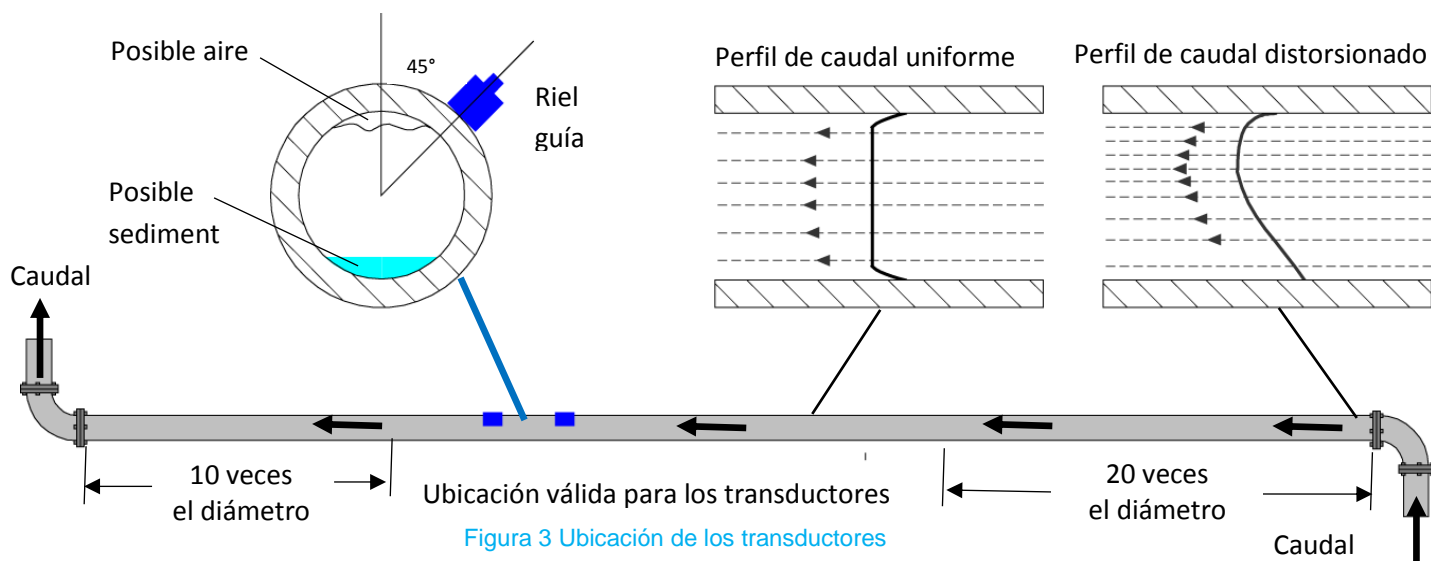

Figura 3 Ubicación de los transductores
Para obtener los resultados más precisos, el estado del líquido y de la tubería debe ser adecuado para permitir la transmisión de ultrasonidos por el recorrido predeterminado. Es importante que el líquido fluya de manera uniforme por la longitud de la tubería que se está supervisando, y que el perfil del caudal no se vea interrumpido por obstrucciones en las señales ascendente y descendente. La mejor manera de conseguirlo es asegurarse de que existe un tramo recto de la tubería donde se coloque el transductor de señal ascendente de al menos 20 veces el diámetro de la tubería y 10 veces el diámetro de la tubería en el lado de señal descendente, tal y como se muestra en la Figura 3. Las mediciones de caudal se pueden realizar en longitudes más cortas de tubería recta, de hasta 10 veces el diámetro en la señal ascendente y de 5 veces el diámetro en la señal descendente, pero cuando los transductores se montan tan cerca de cualquier obstrucción, los errores que se puedan producir son impredecibles.
1. Antes de conectar los transductores, primero asegúrese de que la ubicación propuesta cumple los requisitos de distancia expuestos en la Figura 3, de lo contrario la precisión resultante de las lecturas de caudal puede verse afectada.